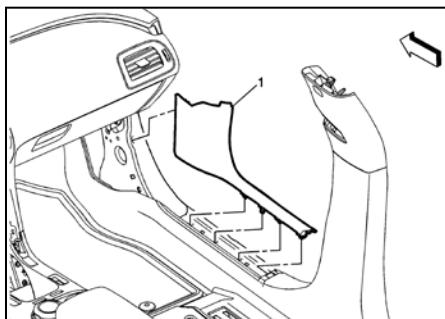

Fig. 2
6. Tirez vers le haut le bord arrière et tirez vers l'arrière pour retirer l'ensemble de retenue du tapis de l'ouverture de la porte latérale avant (voir Fig. 2).